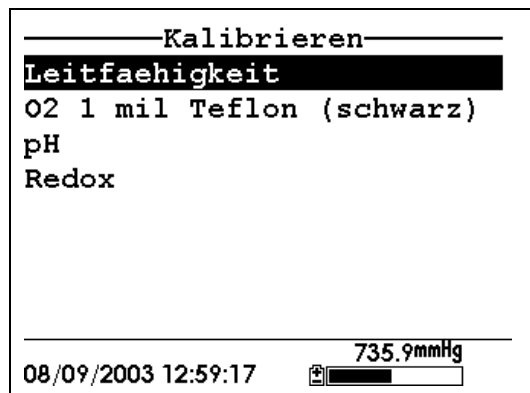

Abbildung 6.2 Kalibrieren-Bildschirm
2. Verwenden Sie die Pfeiltasten, um die Selektion **Leitfähigkeit** hervorzuheben. Siehe Abbildung 6.2 Kalibrieren-Bildschirm.
- 15.** Drücken Sie **Escape**, um zum Kalibrieren-Bildschirm zurückzugelangen. Siehe Abbildung 6.2 Kalibrieren-Bildschirm.
- 2.** Verwenden Sie die Pfeiltasten, um die Selektion **Gelöster Sauerstoff** hervorzuheben. Siehe Abbildung 6.2 Kalibrieren-Bildschirm.
11. Drücken Sie die **Escape**-Taste, um zum Kalibrieren-Menü zurückzugelangen. Siehe Abbildung 6.2 Kalibrieren-Bildschirm.
2. Verwenden Sie die Pfeiltasten, um die Selektion **pH** hervorzuheben. Siehe Abbildung 6.2 Kalibrieren-Bildschirm.